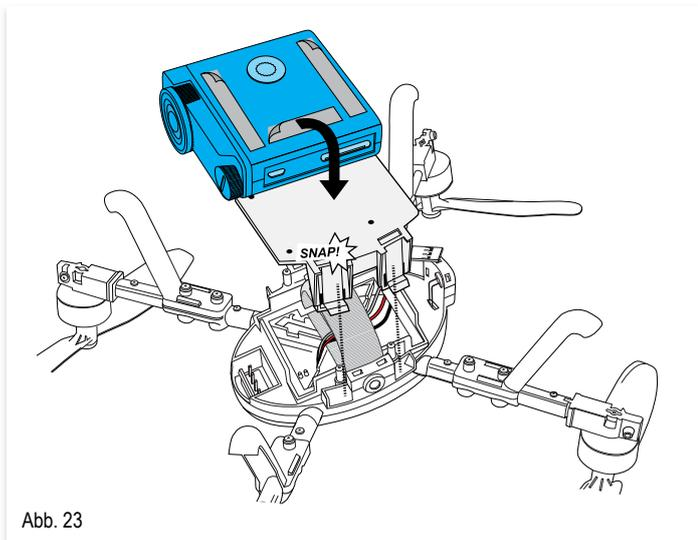

Abb. 23
- > Siehe [\[Abb. 23\]](#) mit Details zum Montagevorgang.